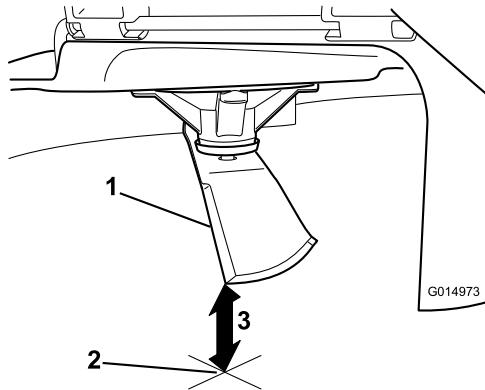

Figura 60
- 5. Mida desde la punta de la cuchilla hasta la superficie plana (Figura 60). (Measure from the tip of the blade to the flat surface (Figure 60).)